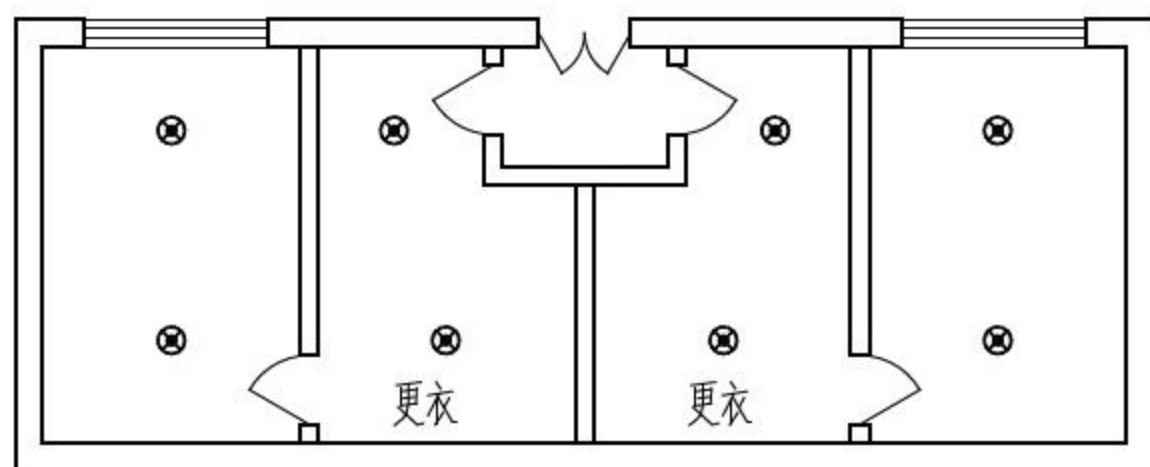

图7-91 插入电器元件1
(3) 单击【确定】按钮，指定插入点，插入块的效果如图7-91所示。